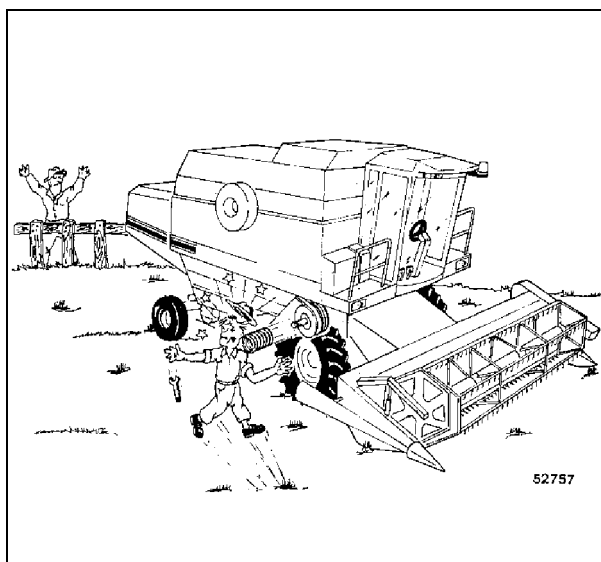

Рис. 28
25.)РЕМЕННЫЙ ПРИВОД ВАРИАТОРА ЦИЛИНДРА Рис. 28